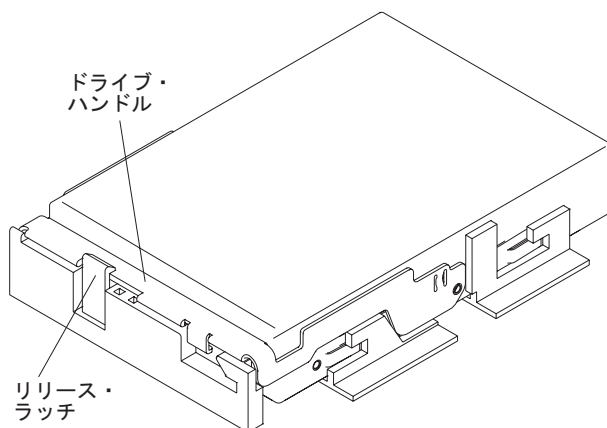

図 49. ドライブを所定の位置にロックする
- c. ドライブを真っすぐ下に押し下げてから、ドライブ・ハンドルを下に回転させて、ドライブをドライブ・リリース・レバーの下に所定の位置にカチッと収めます。図 49 を参照してください。